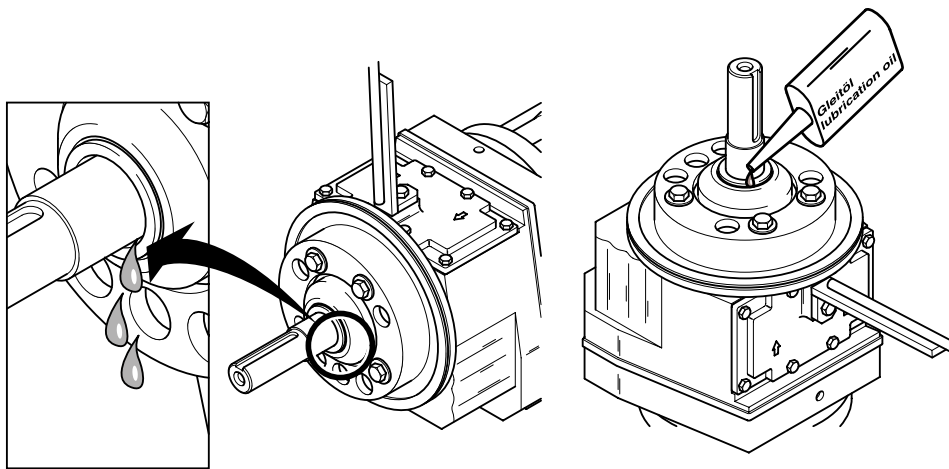

Fig. 16 Riempimento olio e cambio olio
AVVERTENZA *L'acceleratore di flusso deve stare in verticale (vedere fig. 16) affinché l'olio non possa fuoriuscire in maniera incontrollata nel momento in cui viene rimossa la parte rotante della tenuta scorrevole ad anello.*
- Collocare l'acceleratore di flusso in verticale (come rappresentato nella fig. 16 per il riempimento) e bloccarlo per evitare che non si ribalti.
- Far defluire l'olio attraverso la fenditura dell'albero *secondo fig. 16* in un recipiente di raccolta adatto (min. 0,5 litri). A tale scopo inclinare leggermente il motore e la trasmissione in modo da poter scaricare completamente l'olio lubrificante.
- Il riempimento avviene, come descritto per lo scarico dell'olio, attraverso la fenditura dell'albero (tra il controanello e l'albero) *come da fig. 16*.